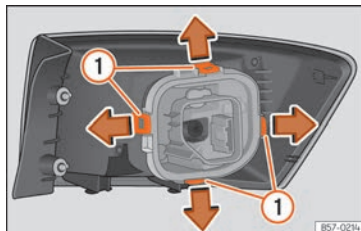

Abb. 60 Befestigungslaschen Rückseite Heckleuchte.
- Bauen Sie den Lampenträger aus, indem Sie die Befestigungslaschen »» **Abb. 60** **1** entriegeln.